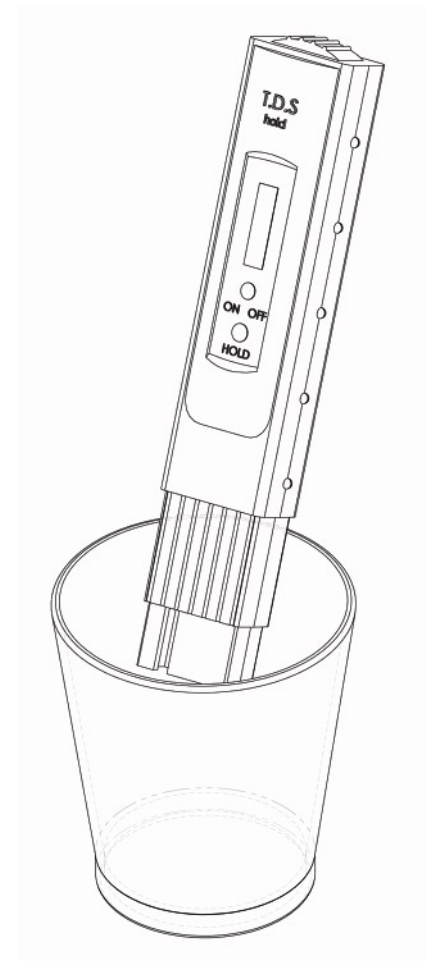

Fig. 26 Mätning av renvattenkvalitet
5. Lossa slangen från snabbkopplingarna på in- och utloppet till efterfiltret (se fig. 26 för korrekt identifikation av efterfiltret)